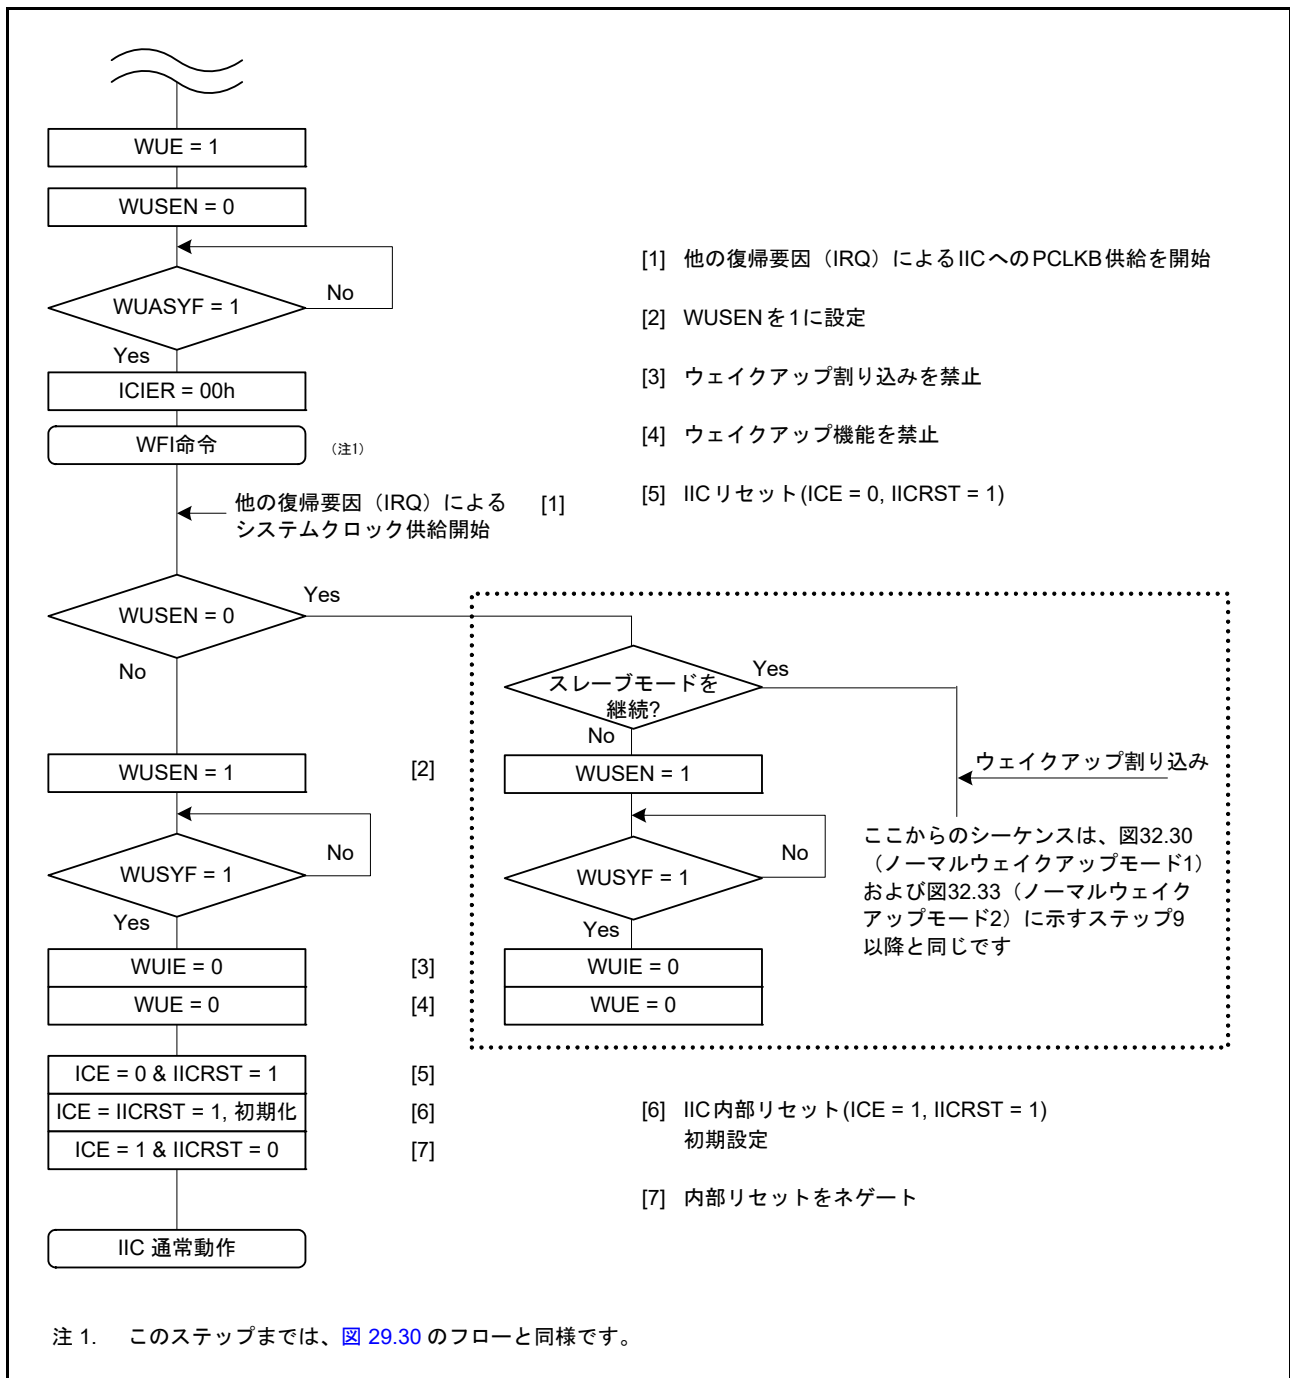
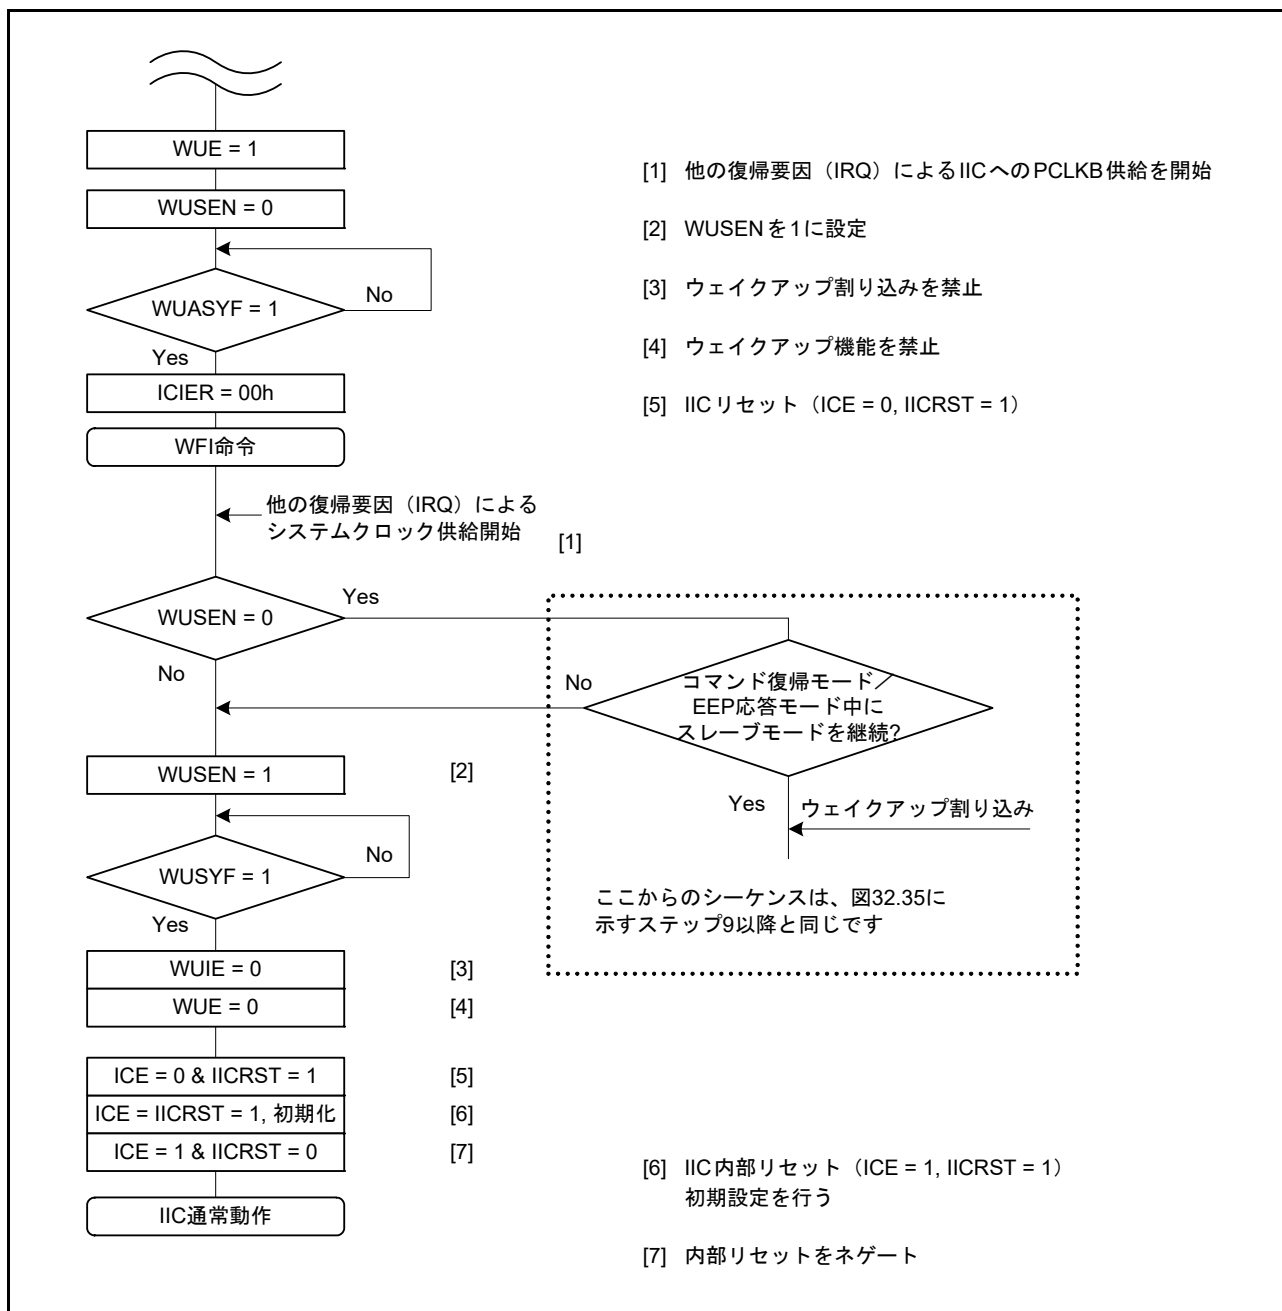

図 29.31 ノーマルウェイクアップモード 1 および 2 の動作例 (IIC ウェイクアップ割り込み以外の割り込み (たとえば IRQn) によるウェイクアップの場合)
図 29.36 コマンドリカバリモードと EEP 応答モードの動作例 (IIC ウェイクアップ割り込み以外の割り込み (たとえば IRQn) によるウェイクアップの場合)
8. ウェイクアップ割り込み以外の割り込み (IRQn など) で、ソフトウェアスタンバイモードからの遷移がトリガされると、WUF フラグは 1 になりません。図 29.31 および図 29.36 に示す処理に従ってください。
ウェイクアップ割り込み以外の割り込み (IRQn など) で、ソフトウェアスタンバイモードからの遷移がトリガされると、WUF フラグは 1 になりません。図 29.31 に動作例を示します。
ウェイクアップ割り込み以外の割り込み (IRQn など) で、ソフトウェアスタンバイモードからの遷移がトリガされると、WUFフラグは1になりません。図 29.31 に示す処理に従ってください。
ウェイクアップ割り込み以外の割り込み (IRQn など) で、ソフトウェアスタンバイモードからの遷移がトリガされると、WUF フラグは1になりません。図 29.36 に示す処理に従ってください。